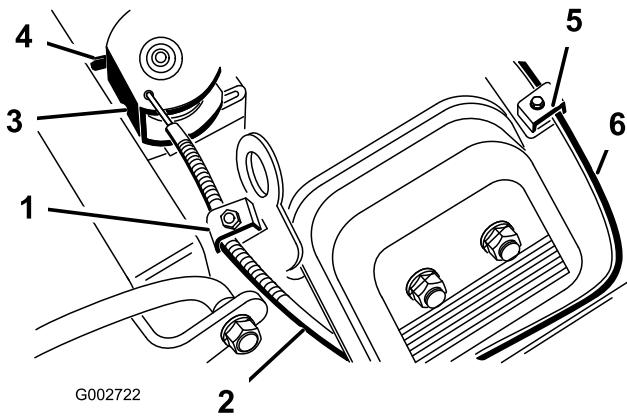

図 37
2. スロットル・ケーブルをエンジンに固定しているクランプのネジをゆるめる（図 37）。
4. スロットルケーブルを十分に引いて、スイベルの後部をストップに接触させる（図 37）。
- スロットル・ケーブルをエンジンに固定しているクランプのネジをゆるめる(図 37)。
- チョークケーブル(図 37)を十分に引いてチョークを完全に閉じ、その位置でクランプのネジを締める。